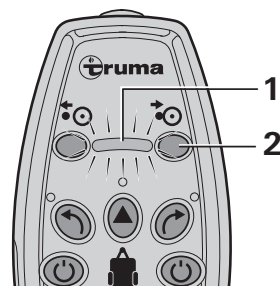

Bild 3
- Tryck (bild 3 - 2) på fjärrkontrollen i ca fem sekunder och släpp sedan. Drivhjulet svänger fram. Indikatorn (bild 3 -1) blinkar under processen.